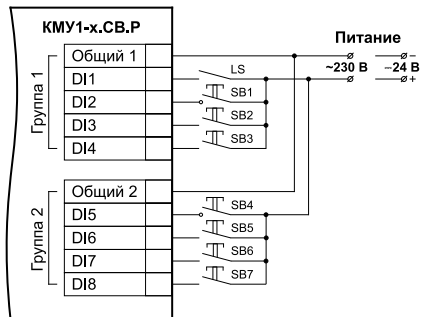

Рисунок 7.2 – Схема подключения дискретных входов КМУ1-24.СВ.Р и КМУ1-230.СВ.Р
- внешние кнопки управления к дискретным входам DI2–DI8 и светосигнальные сигнализаторы окончания работы таймера и режима к дискретным выходам DO7 и DO8 соответственно (см. *рисунок 7.2* и приложение *Внешние кнопки управления*). Внешние кнопки управления обеспечивают гигиеническую чистоту прибора и исполнительных механизмов.